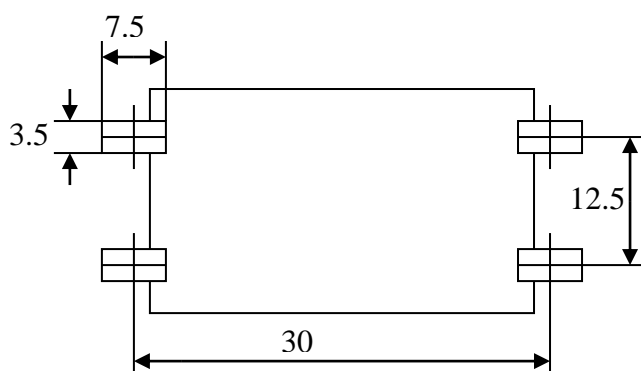
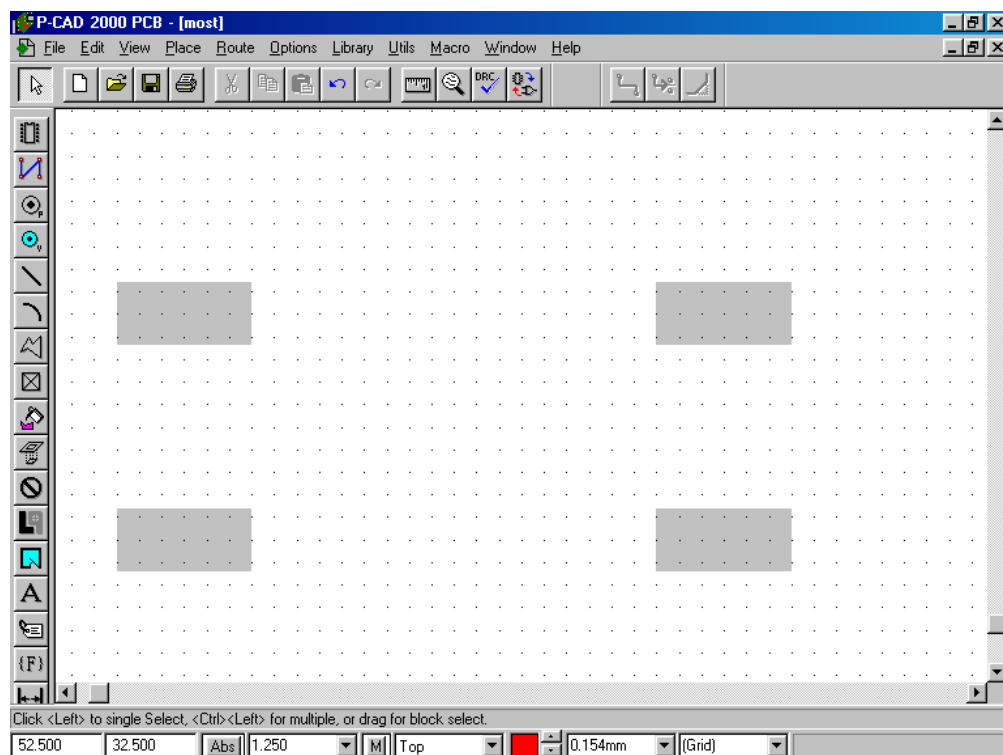

Рис.1
Рис.3
Перед тем, как создавать планарный элемент, необходимо определить размеры посадочного места. В предлагаемом примере используются размеры посадочного места модуля КЦ402А-И, взятые из справочника и приведенные на рис.1.
4. Выбрать команду **Place Pad**, например, воспользовавшись пиктограммой . Далее разместить контактные площадки согласно рис.1. Нажать клавишу **But#2**. Результат представлен на рис.3.